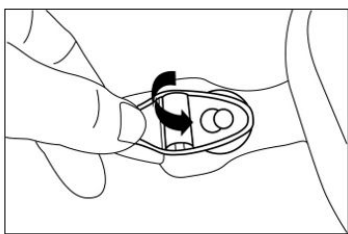

Fig.20
1. Remova o tirante de cabeça existente soltando cada fivela dos botões (Fig. 20).